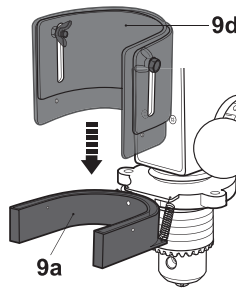

Fig. 7
- > Inserte la cubierta (9d) en la abrazadera (9a) (Fig. 7) y asegure la conexión con el perno de cabeza cruciforme con tuerca (9b) y los tornillos (9c). No los apriete exceso para evitar roturas.